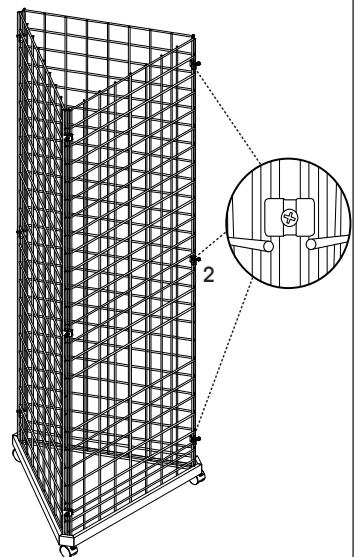

Figure 3
3. Connect the gridwall panels together by using three connector clips per corner at the top, middle and bottom. Tighten screws to secure the end bars of panels in between each side of the connector clips. (See Figure 3)
- Raccordez les panneaux grillagés à l'aide de trois connecteurs par coin. Installez-les en haut, au milieu, et en bas de chaque coin. Serrez les vis pour fixer les barres latérales dans les fentes de chaque côté des connecteurs. (Voir Figure 3)